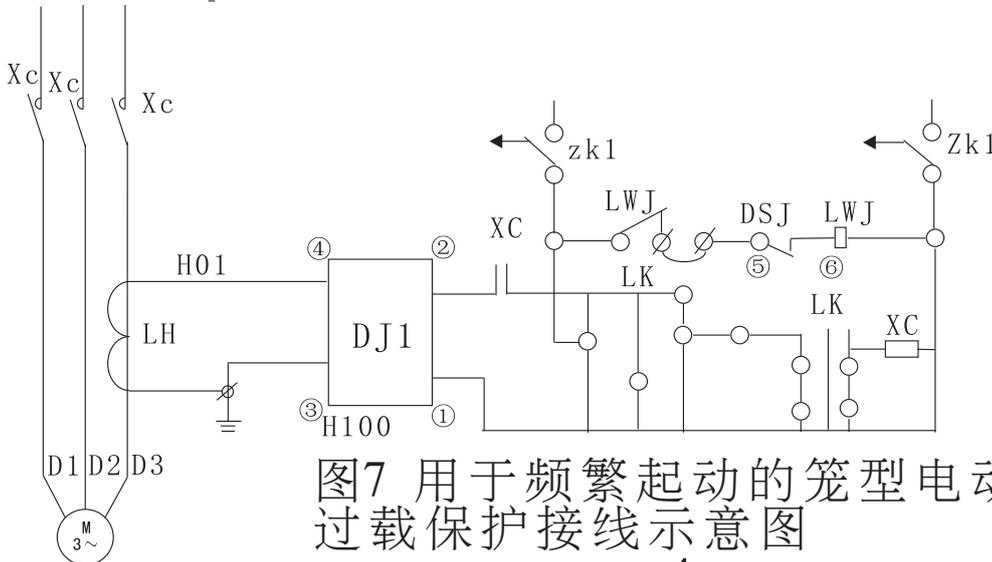

图7 用于频繁起动的笼型电动机作堵转过载保护接线示意图
5.2 用于频繁制动的笼型电动机控制电路中,不能采用热继电器作过载保护(因热继电器元件的冲击次数小于30次/h)通常是采用过电流继电器配合一定延时(大于规定起动时间)来实现堵转过载保护,采用DJ1-B型堵转保护装置可以很容易地实现这一功能,它可以代替现用的一个过电流继电器和一个延时继电器,其使用方法见图7。装置的延时整定值应略大于实际的起动时间(可以整定 $1.2 - 1.3t_s$ 中),电流值可整定为电动机额定电流 $1.5 - 2$ 倍值这样在正常的起动过程中由于装置的延时时间大于实际的起动时间,装置不会动作。如果起动时间过长,超过规定的时间 t_s ,则装置发出信号切断电动机电源,在正常起动时,如果负载转矩过大造成电动机堵转(电流达 $1.5 - 2.1I_N$ 时)而在规定的时间内不衰减下来时,则发出信号使电动机断电是以保护电动机不因长期过载而烧坏。